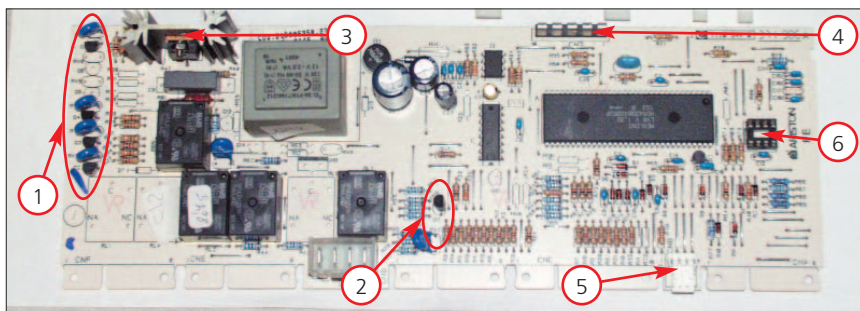

Рис. 2. Внешний вид ЭК ARISTON FE
- маломощные симисторы Q1, Q6, Q3, Q4, Q8 клапанов залива воды и замка дверцы (1 на рис. 2), управляются с выв. 25, 26, 28-30 процессора;
- маломощный симистор Q7 мотора командоаппарата (2 на рис. 2), управляется с выв. 31 процессора;
- симистор Q9 приводного мотора (3 на рис. 2), управляется ШИМ сигналом с выв. 45 процессора через транзисторный ключ в составе сборки ULN2003;
ЭК имеют два соединителя, на которые выведены сигналы последовательных интерфейсов SCI. Соединитель CN2 используется в качестве сервисного (4 на рис. 2), к нему подключают диагностический ключ (а через него возможно подключить и компьютер, под управлением которого можно тестировать СМ и «прошивать» ЭСППЗУ).
Что же касается второго соединителя (CNB или Digital Connection WRAP) – то к нему подключаются устройства, управляющиеся по последовательному интерфейсу в составе самой СМ, например, датчики (5 на рис. 2).